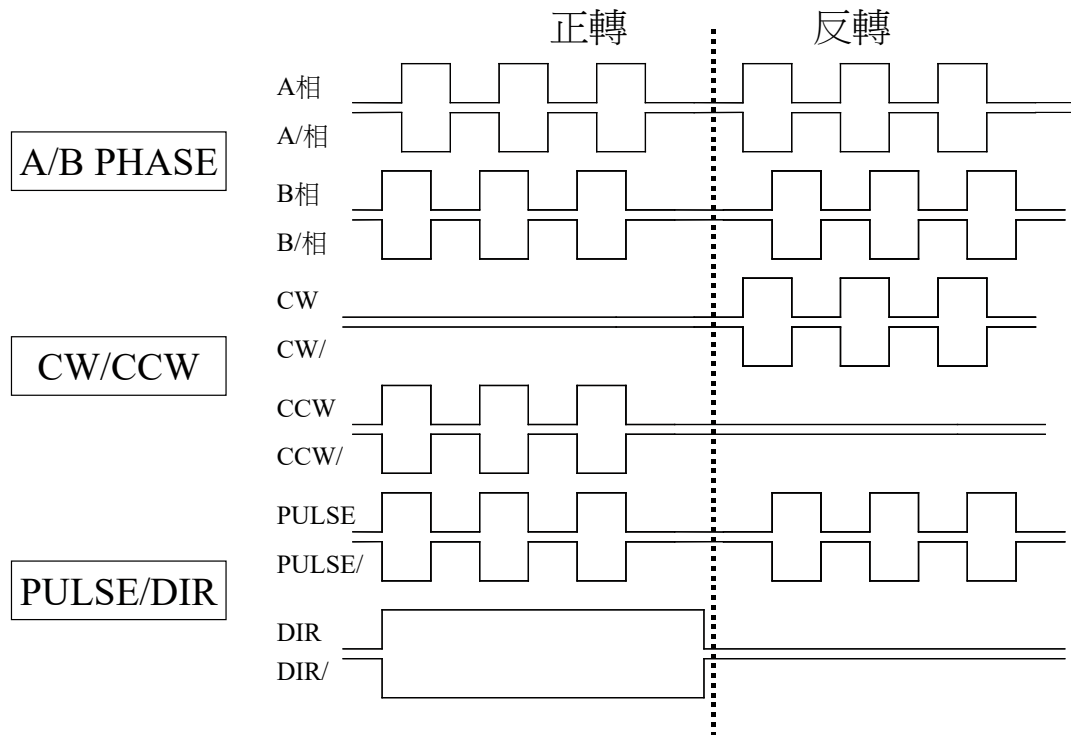

Fig.1-7
註 5：最終以 DIFFERENTIAL 訊號方式自 EPCIO-6000e/6005e 傳送之 PULSE FORMAT 如下圖 Fig.1-7。
- ➔ EPCIO\_DDA\_SetOutputFormat()參考 Fig.1-5，Fig.1-7